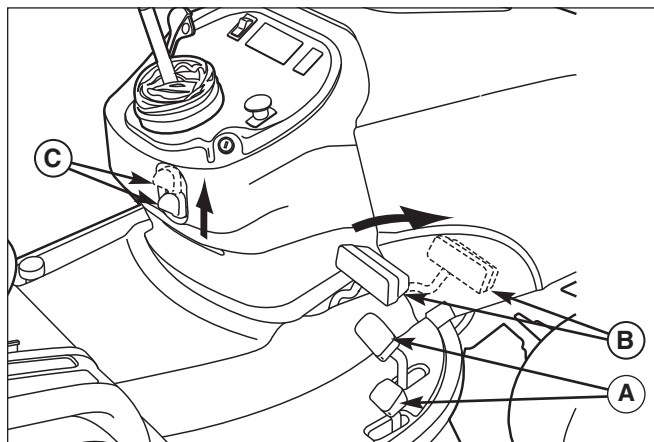

Figura 3. Innesto del freno di stazionamento
Innesto del freno di stazionamento - Vedere la Figura 3. Per bloccare il freno di stazionamento, rilasciare i pedali della velocità di marcia (A), premere a fondo il pedale del freno (B), tirare la manopola del freno di stazionamento (C) verso l'ALTO e rilasciare il pedale del freno.
Disinnesto del freno di stazionamento - Vedere la Figura 3. Per disinnestare il freno di stazionamento, premere a fondo il pedale del freno (B) e spingere la manopola del freno di stazionamento (C) verso il BASSO.